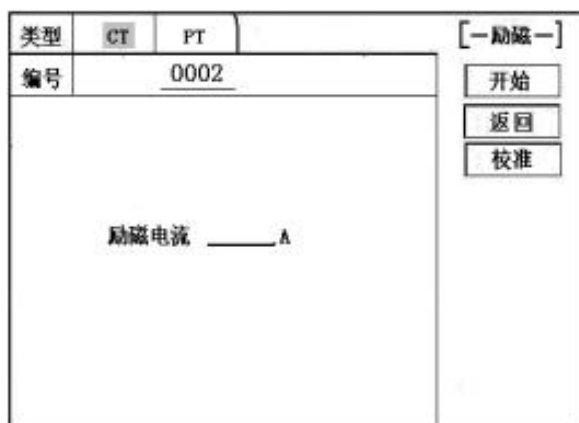

图 4 CT 励磁特性测试界面
在 CT 主界面中，选择“励磁”选项后，即进入测试界面如图 4，设置励磁电流：0~20A。
**注意：**图 4 界面中，“校准”功能主要用于检测仪器自身励磁特性试验的电压值、电流值的误差，检测方法见附录一。